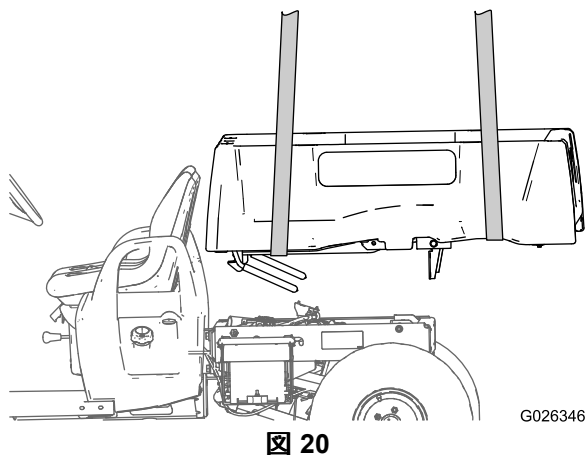

図 20
2. ホイストなどを使って荷台を吊り上げ、ピボットブラケット・アセンブリが後フレームチャンネルに整列するように、車体フレーム上に降ろす 図 20。